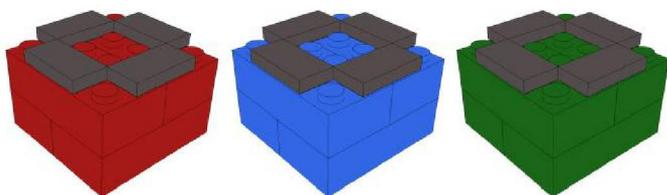

図1 カラーオブジェクト
6. 競技エリアの黒線の幅は 20mm ± 1mm. カラーオブジェクトは 1 × 2 のタイルを上に乗せた 2 × 4 のレゴブロックでできた 4 × 4 × 2 のブロック(図1参照).